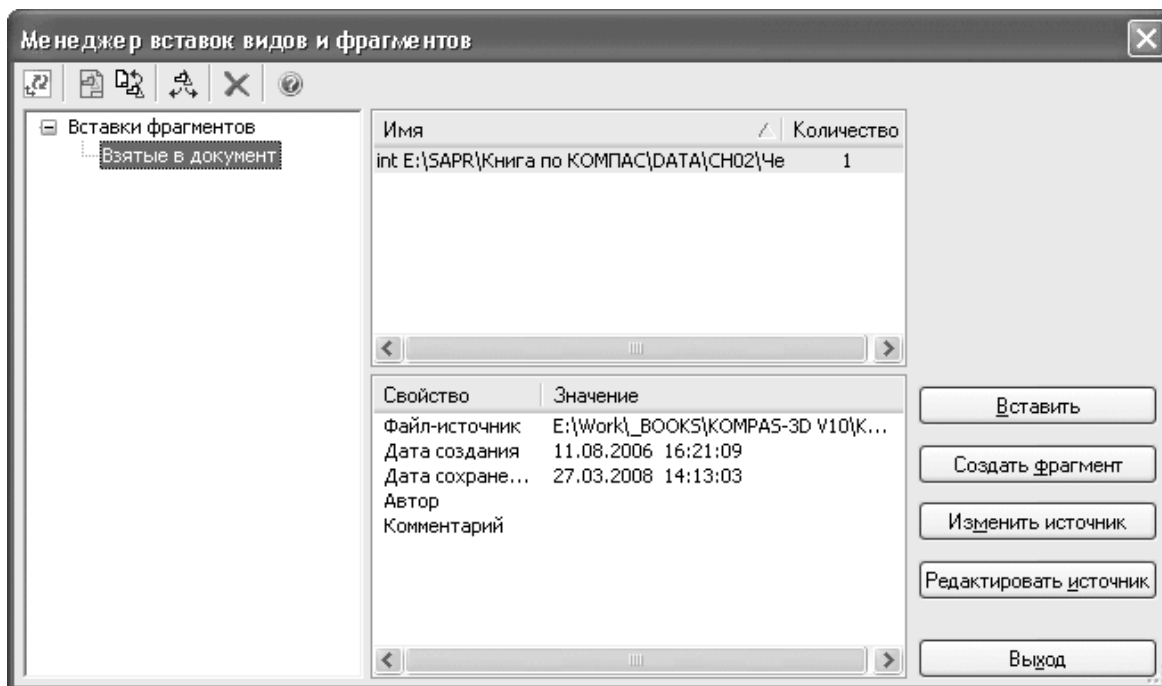

Рис. 1.9. Диалоговое окно Менеджер вставок видов и фрагментов
- **Менеджер вставок видов и фрагментов** – выводит диалоговое окно **Менеджер вставок видов и фрагментов** (рис. 1.9). Оно упрощает управление вставленными в чертеж фрагментами, а также позволяет создать новый фрагмент в чертеже.